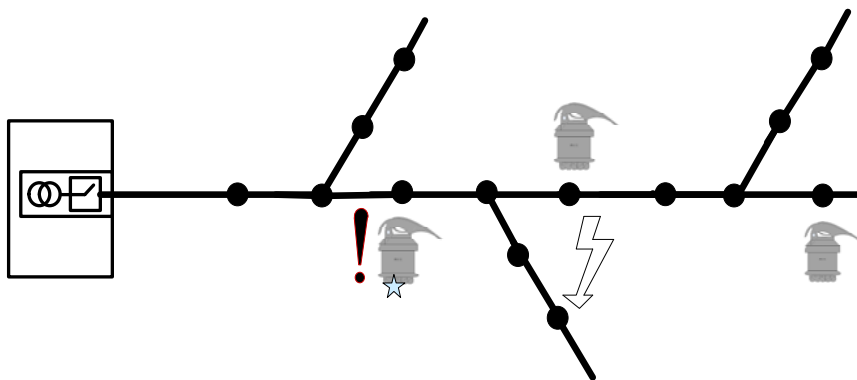

Рисунок 5 – Установка индикаторов на линии с короткими ответвлениями
- на линии с короткими ответвлениями индикаторы, как правило, устанавливаются по стволу линии за местом разветвления, на ближайших к месту разветвления промежуточных опорах (Рисунок 5);